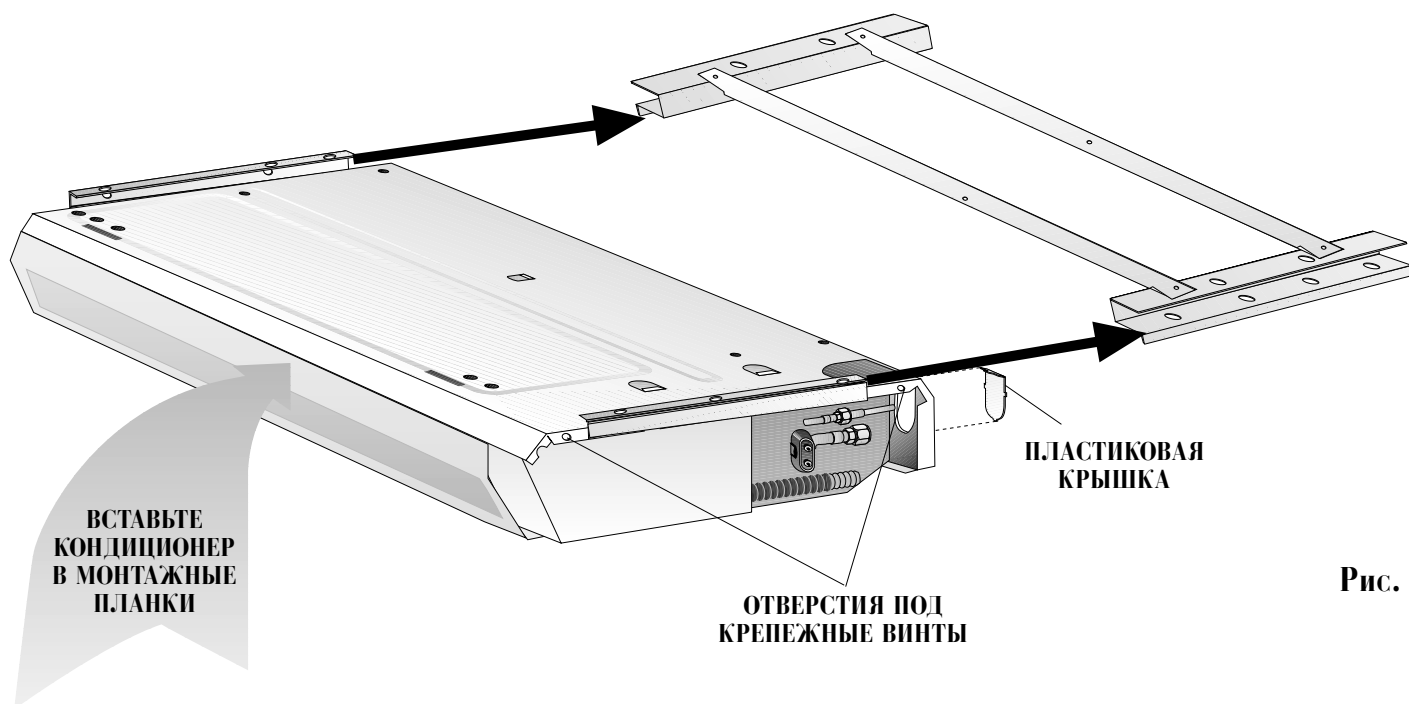

Рис. 3
- Прикрепите потолочный кронштейн к потолку с помощью 4 анкерных винтов, как показано на рис. 3.
- Закрепите кондиционер воздуха на потолочном кронштейне при помощи 4 боковых винтов (см. рис. 3).